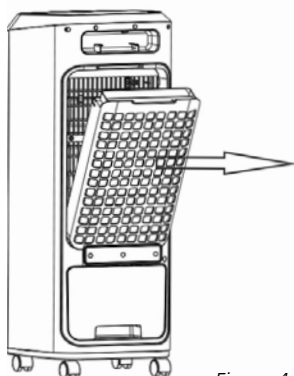

Figura 4
1. Estrarre prima la rete posteriore, come indicato, nella direzione della freccia. Figura 4.